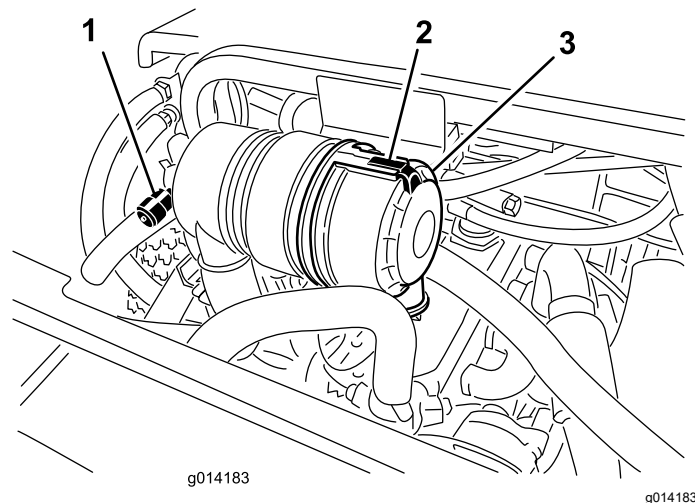

图 31
仅在维修指示灯 (图 31) 要求时才维修空气滤清器滤芯。如果是在必须更换之前才更换空气滤清器只会增加灰尘在滤清器拆下时进入发动机的几率。
1. 松开将空气滤清器盖固定到空气滤清器壳体上的门锁 图 31。